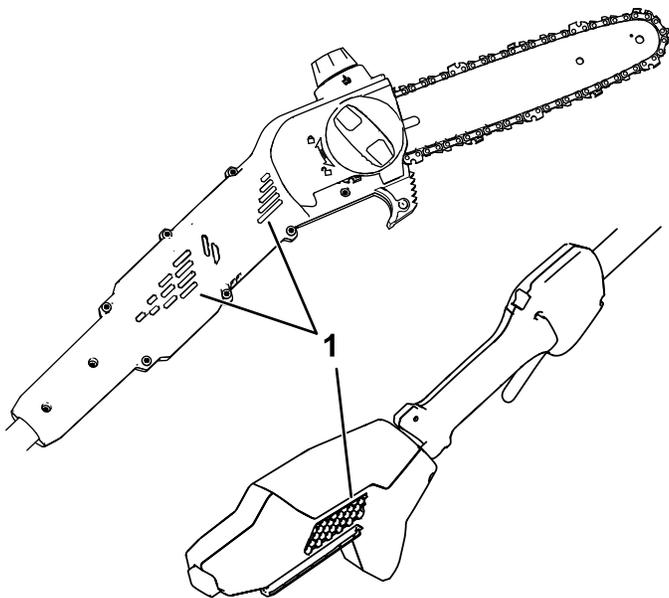

図 9
1. ポールソーの通気口にほこりやごみが詰まらないようにする 図 9。